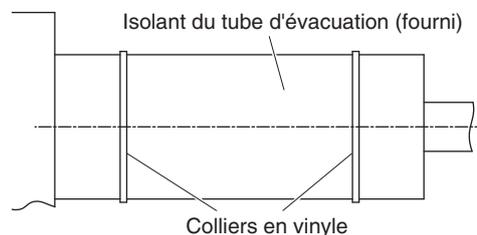

Fig. 3-10b
- (2) Une fois l'évacuation contrôlée, enroulez l'isolant et l'isolant du tube d'évacuation des condensats fournis autour du tube et fixez-les à l'aide des colliers fournis. (Fig. 3-10b)